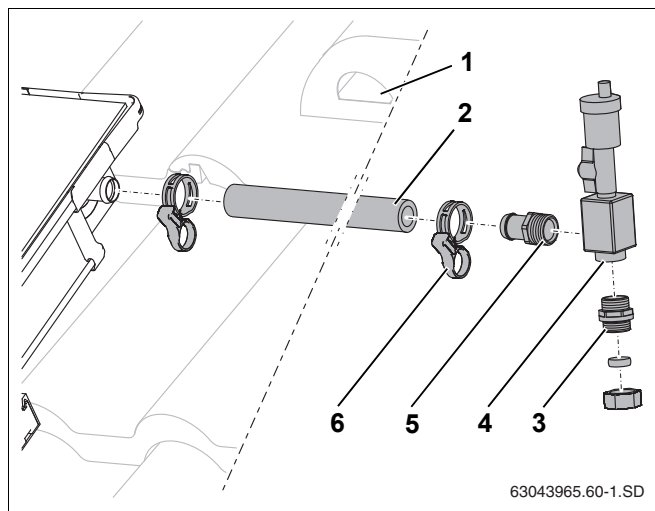

Рис. 56 Подключение шланга солнечного коллектора к штуцеру подающей линии
- Наденьте длинный шланг (1000 мм, рис. 56, поз. 2) на штуцер для подключения подающей линии и зажмите пружинным хомутом.
- Проведите шланг солнечного коллектора вместе с проводом датчика через черепицу с вентиляционным отверстием (рис. 56, поз. 1) и изоляцию кровли.
- Приверните наконечник  $R\frac{3}{4}$  с кольцом (рис. 56, поз. 5) и двойной ниппель с кольцом (рис. 56, поз. 3) к воздухохоборнику (рис. 56, поз. 4).
- Вставить наконечник шланга до упора в шланг солнечного коллектора и закрепить пружинным хомутом (рис. 56, поз. 6).
- Подключите сборную линию к резьбовому соединению с зажимным кольцом (рис. 56, поз. 3).